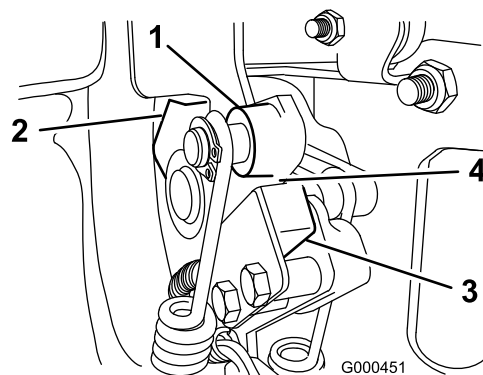

図 27
2. 走行レバーを、ニュートラル・ストップに接触させる（図 27）。
3. スイッチ（図 27）を固定しているネジをゆるめる。
4. 走行レバーとスイッチ（図 27）の間に 0.8 mm のすきまゲージをはさむ